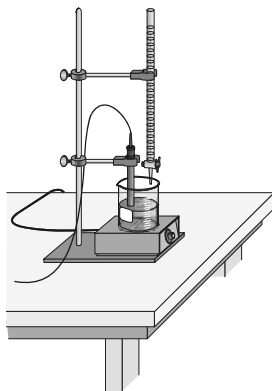

Figura 7.pH. Montaje para experimento 1
El electrodo de pH, se sumerge en la solución del ácido y se le agrega la solución básica (o viceversa), tal y como se muestra en la Figura 7.pH, los resultados se grafican como pH en función de los mililitros agregados del reactivo titulante.
4. Se utiliza una pinza de soporte para suspender el Sensor de pH como se muestra en la Figura 7.pH. Se sitúa el sensor en la solución de HCl y se ajusta a que su posición quede dentro y en un lado del vaso de precipitados para que no vaya a interferir con la barra magnética.